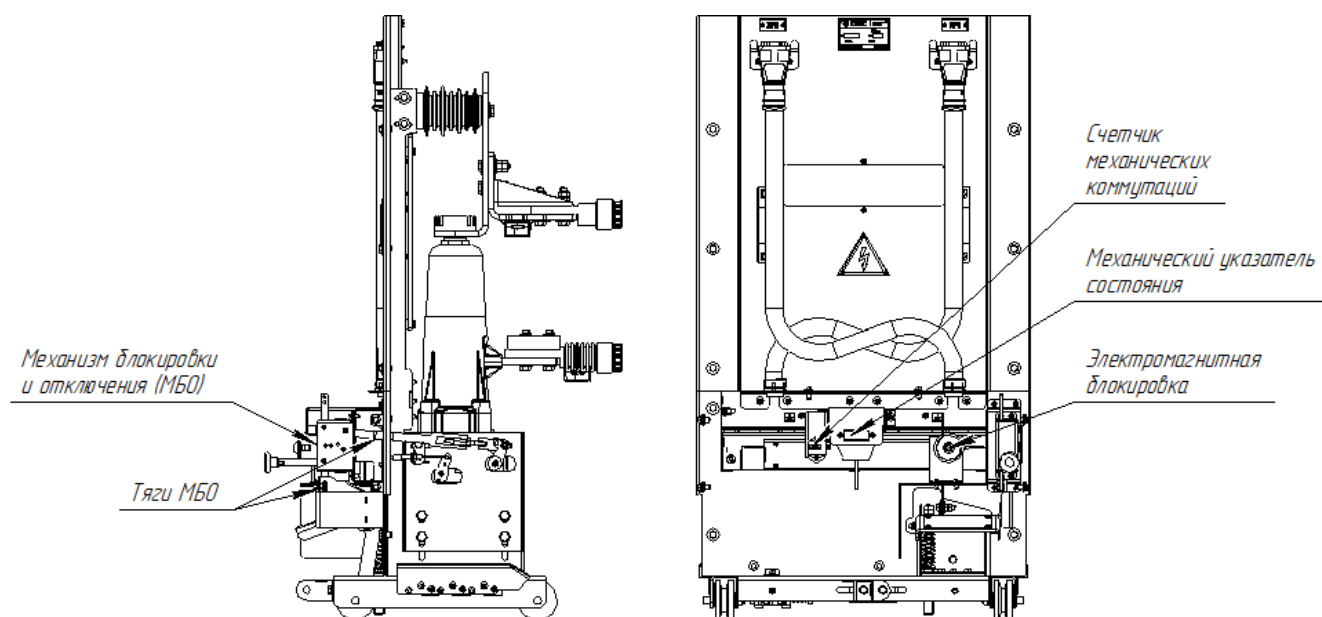

Рисунок 2 – Общий вид выкатного элемента без кожуха
1.3.3 За кожухом располагаются (рисунок 2): механический указатель состояния ВВ, электромагнитная блокировка, механизм блокировки и отключения, тяги,